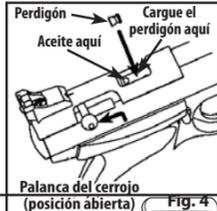

Fig. 4
- Amartille el cerrojo levantando la palanca del cerrojo y tirando de ella completamente hacia atrás (Fig. 4).
- Amartille el cerrojo levantando la palanca hacia arriba y tirando de ella completamente hacia atrás hasta que escuche dos clics (vea la Fig. 4).